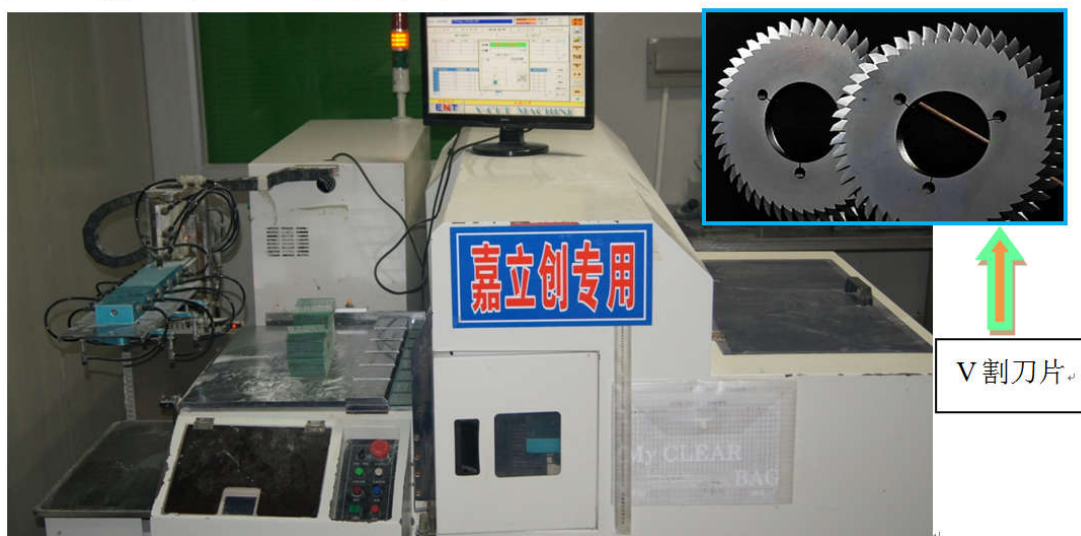

图 50 全自动电脑 V 割机
- c. 无间隙拼板，无间隙拼板就是指拼板出货时，板与板之间间隙为 0。采用的 V 割机设备如图 50 所示：